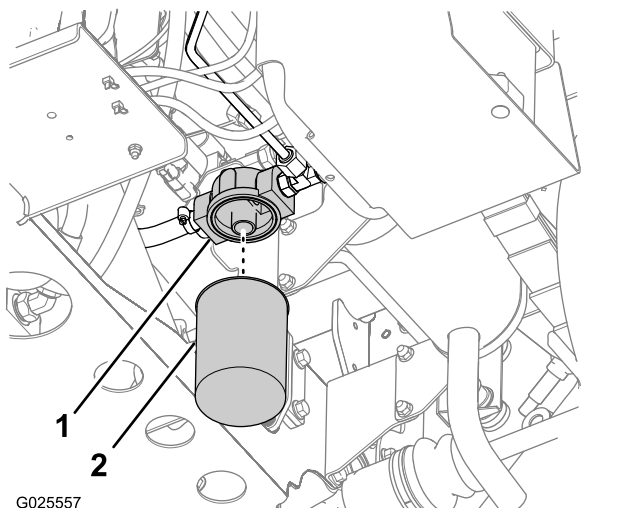

Figure 82
2. Nettoyez la zone autour de la surface de montage du filtre (Figure 82).
3. Placez un bac de vidange sous le filtre (Figure 82).
4. Dévissez et enlevez le filtre (Figure 82).
5. Nettoyez la surface d'appui du filtre sur l'adaptateur (Figure 82).
7. Vissez le filtre sur l'adaptateur jusqu'à ce que le joint rejoigne la surface d'appui de l'adaptateur (Figure 82), puis serrez encore le filtre d'un demi-tour (Figure 82).